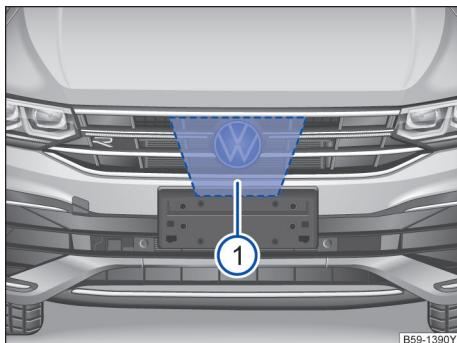

图 145 VW 标志后方的散热器格栅内：雷达传感器①
为探测交通情况，VW 标志后方的散热器格栅内安装有一个雷达传感器→图 145 ①。因此可识别最远约 100 m 的前车。
雷达传感器前方和四周的区域→图 145 不得被贴签、附加大灯、牌照装饰框或其他类似物体遮盖，因为这样做可能会影响车前测距监控系统的功能。